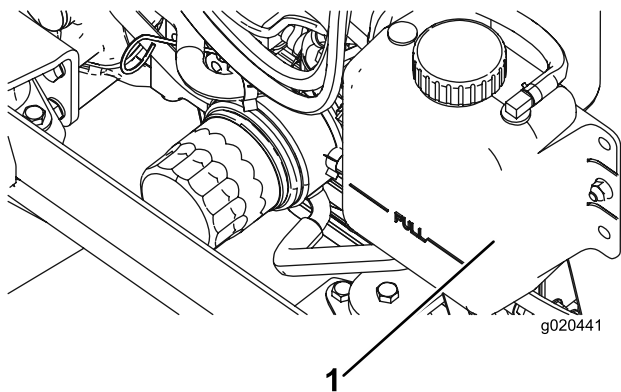

Рисунок 73
1. Осторожно снимите крышку радиатора и крышку расширительного бачка (Рисунок 73).